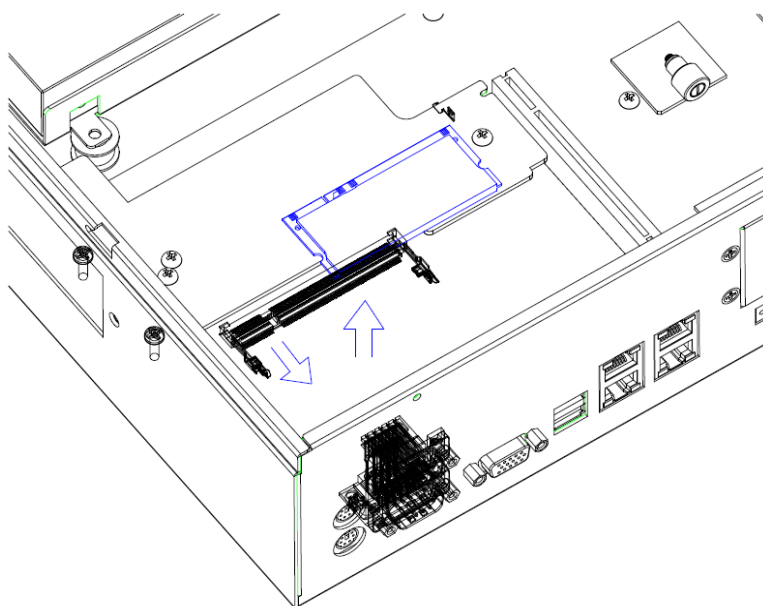

Figure 5.3 Plug in the SODIMM into the slot/ 将 SODIMM 模块插入插槽中
2. Plug in the SODIMM module into the slot as below (See Figure 5.3)
2. 将 SODIMM 模块插入插槽中。（如图 5.3 所示）